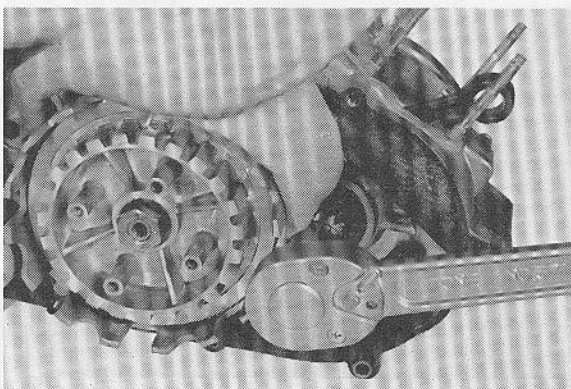

Fig. 3-2-11
3. Loosen primary drive gear by first placing a folded rag (at least 16 layers) between the teeth of the primary gears to lock them as shown in the figure. Then loosen drive gear nut. Remove lock nut, Belleville spring. (Fig. 3-2-11)
3. Desserer le pignon d'entraînement primaire en plaçant d'abord un chiffon plié (au moins 16 couches) entre les dents des pignons primaires pour les bloquer comme le montre la figure. Ensuite desserrer l'écrou de blocage, le ressort Belleville après avoir dévissé l'écrou de pignon d'entraînement. (Fig. 3-2-11)